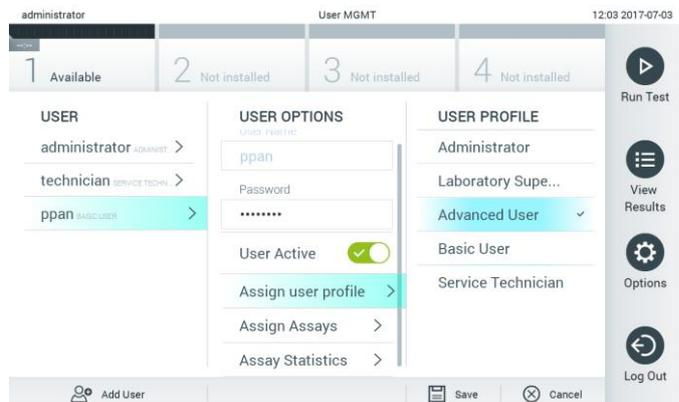

Figura 49. Asignación de perfiles de usuario a usuarios.
- Assign User Profile (Asignar perfil de usuario): permite asignar un perfil de usuario distinto para dicho usuario (p. ej., Administrator [Administrador], Laboratory Supervisor [Supervisor de laboratorio], Advanced User [Usuario avanzado] y Basic User [Usuario básico]). Seleccione el perfil de usuario adecuado de la lista a la derecha de la zona de contenido (figura 49).